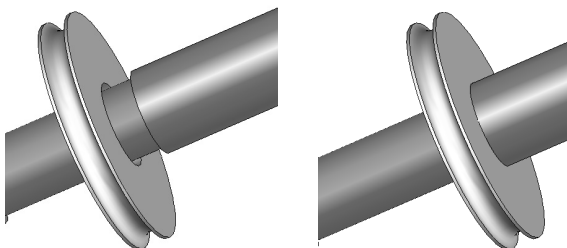

图 5-9 设置不同的距离值效果
6) “距离”配合: 所选的项目之间会保持指定的距离。单击此图标, 利用输入的数据确定配合件的距离, 图 5-9 所示为设置不同距离值后的配合效果。